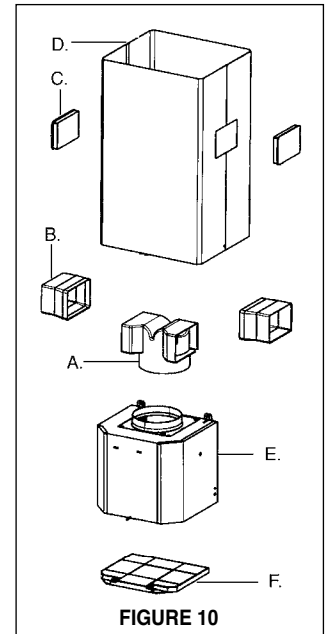
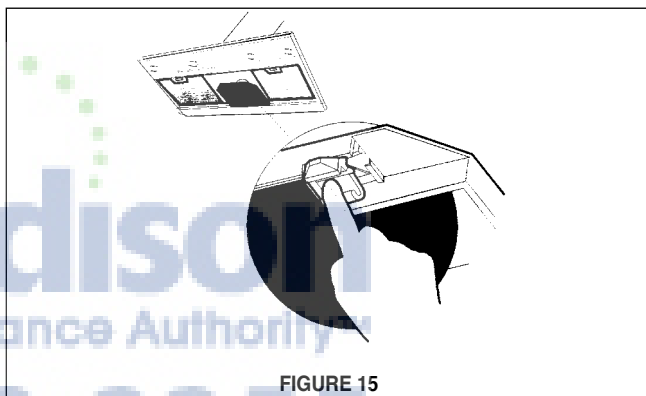

FIGURE 10
FIGURE 15
Installations sans conduit requièrent le **Kit Pour Conversion Du Conduit (FIGURE 10)**. N'utilisez pas le REGISTRE ROND (M de la FIGURE 1) pour les Installations sans conduit. Jeter le COUVERCLE CHEMINÉE INFÉRIEURE (B de la FIGURE 1) et remplacer avec le couvercle de cheminée inférieure avec trous d'échappement d'air dans le **Kit Pour Conversion Du Conduit (D de la FIGURE 10)**.
Illustré à la FIGURE 10, mettre le DUCTLESS DIVERTER (A) dans l'ouverture d'échappement de la EASY CUBE (E). Mettre le DUCTLESS DIVERTER EXTENSION HORIZONTAL (B) dans le DIVERTER (A).
Pour installations sans conduit, aligner les DUCTLESS DIVERTER EXTENSIONS HORIZONTAL (B de la FIGURE 10) avec les trous d'échappement d'air dans COUVERCLE CHEMINÉE INFÉRIEURE (D de la FIGURE 10) et installer les VENT GRIDS (C de la FIGURE 10).
Pour installations sans conduit, installer le FILTRE AU CHARBON (F de la FIGURE 10). Voyez FIGURE 15